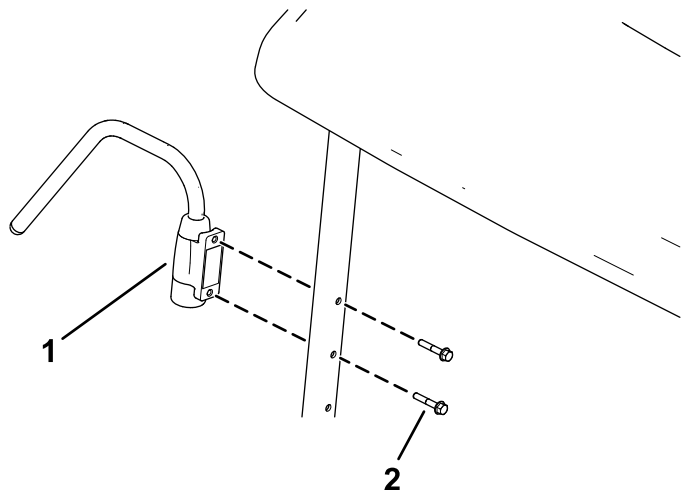

図 2
2. 図 2のように、サポートアームを前取り付けチューブに固定するフランジヘッドボルト M6 x 35 mm 2本を使用する。